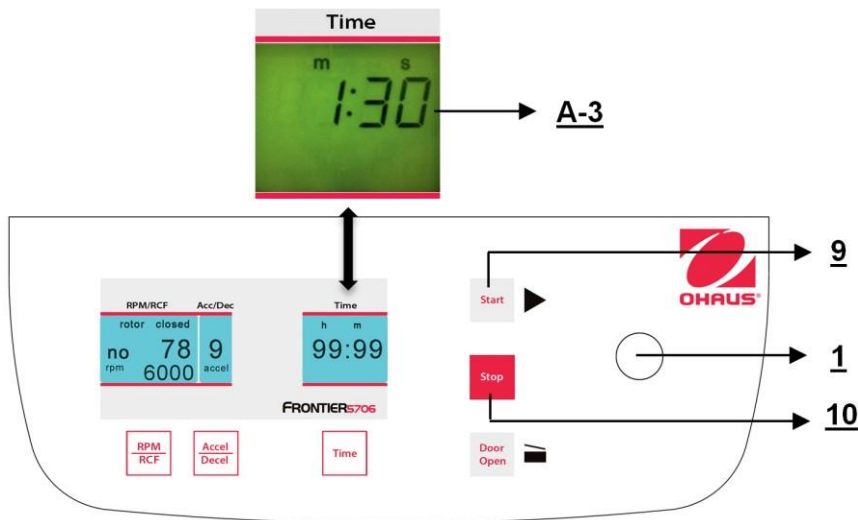

Figura 22
Para arrancar la centrífuga, asegúrese de que la tapa esté cerrada y luego presione el botón **"Start"** (9), (vea la Figura 22). Con el botón **"Start"** (9) puede iniciar operaciones con parámetros preseleccionados manualmente. Cuando el tiempo de operación preseleccionado respectivo ha finalizado, la centrífuga para automáticamente, o puede interrumpir cada operación con el botón **"Stop"** (10).